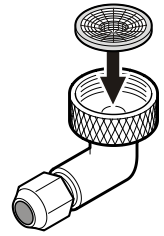

Figura 14
- Inserte el filtro de agua proporcionado en el adaptador del diámetro exterior con el orificio hacia abajo (Figura 14).